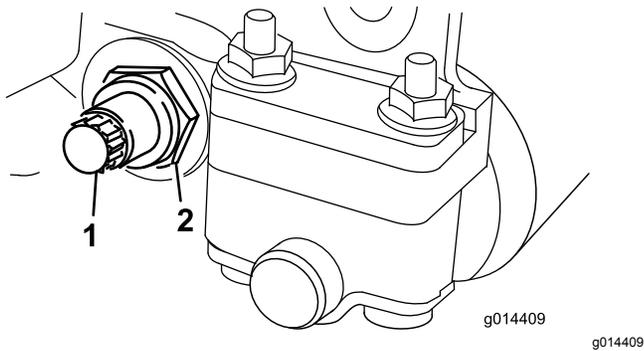

図 14
3. ベッドバーボルト **図 14**を固定しているロックナット機体両側をゆるめる。
4. 各ベッドバーボルトを抜いてベッドバーを下に引き抜いてカッピングユニットから外す 図 14。